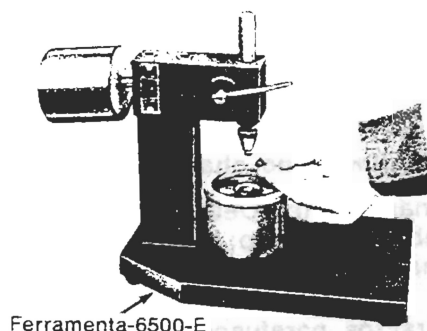

fig. 2
- 3 - Colocar a esfera de aço de 5/16", fornecida com o equipamento, no êmbolo do tucho (fig. 2).